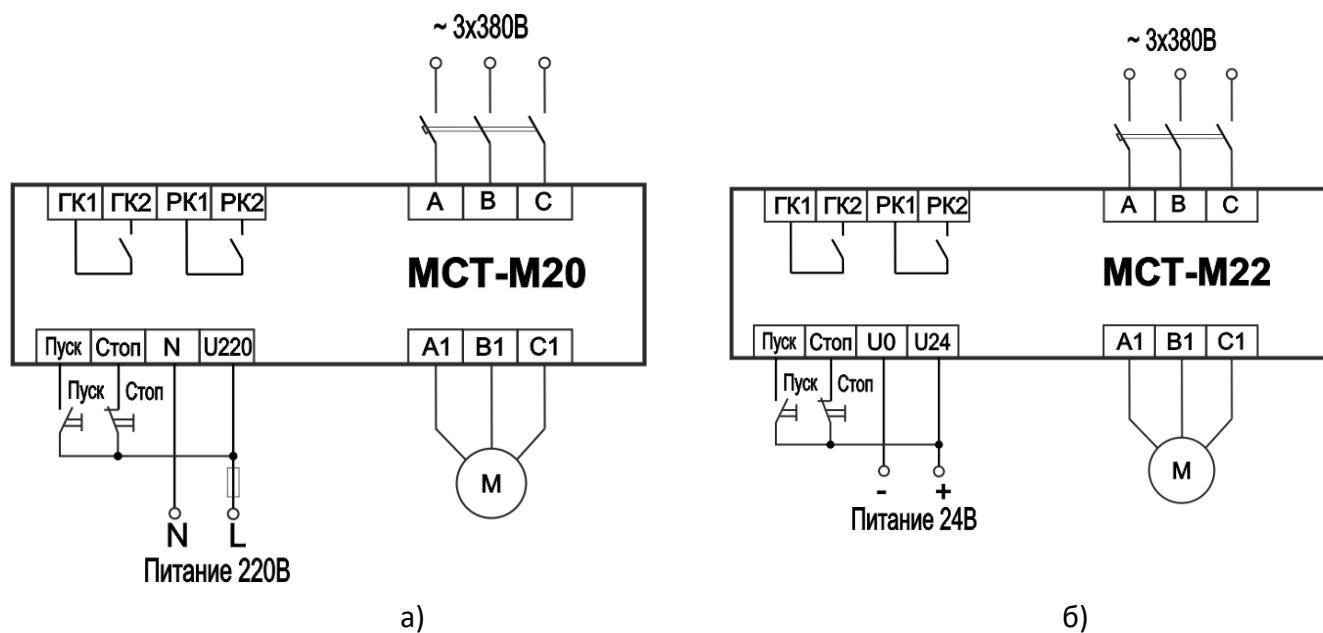

Рисунок 4 – Пример схемы подключения пускателя
- 1.6.5 Пример схемы подключения пускателя к электродвигателю приведен на рис. 4.